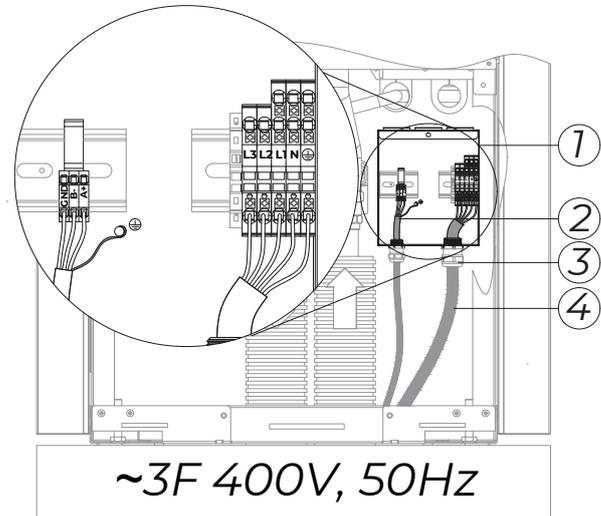

Bild 15: Dreiphasen ~400 V Stromanschluss
Führen Sie das entsprechende Anschlusskabel (4) durch die Kabelverschraubung (3) im Elektroschrank (1) (Bild 15) (siehe Tabelle 1). Befestigen Sie die Drähte an die Klemmen. Ziehen Sie die Kabelverschraubung so, dass das Kabel gelöst wird.